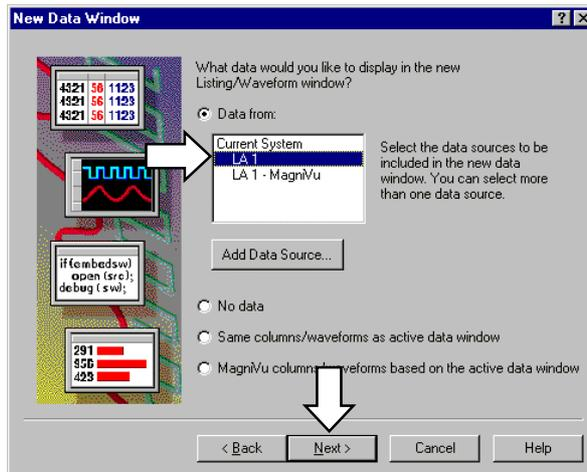

図 3-52 : [New Data Window]ウィザードのデータ・ソースを選択するためのダイアログ・ボックス
11. 図 3-52 のダイアログ・ボックスが現れるので、[Data from]オプション・ボックスを選択し、リスト・ボックスの[LA 1]を選択し、<Next>ボタンをクリックします。